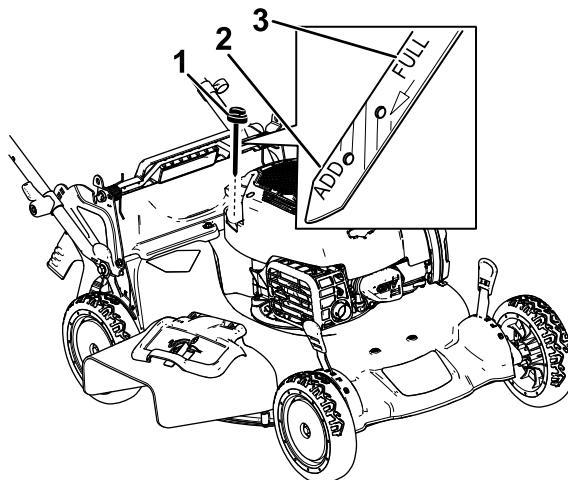

図 27
- キャップを左に回してディップスティックを抜き取る図 27。
10. ディップスティックの目印で油量を点検する図 27。